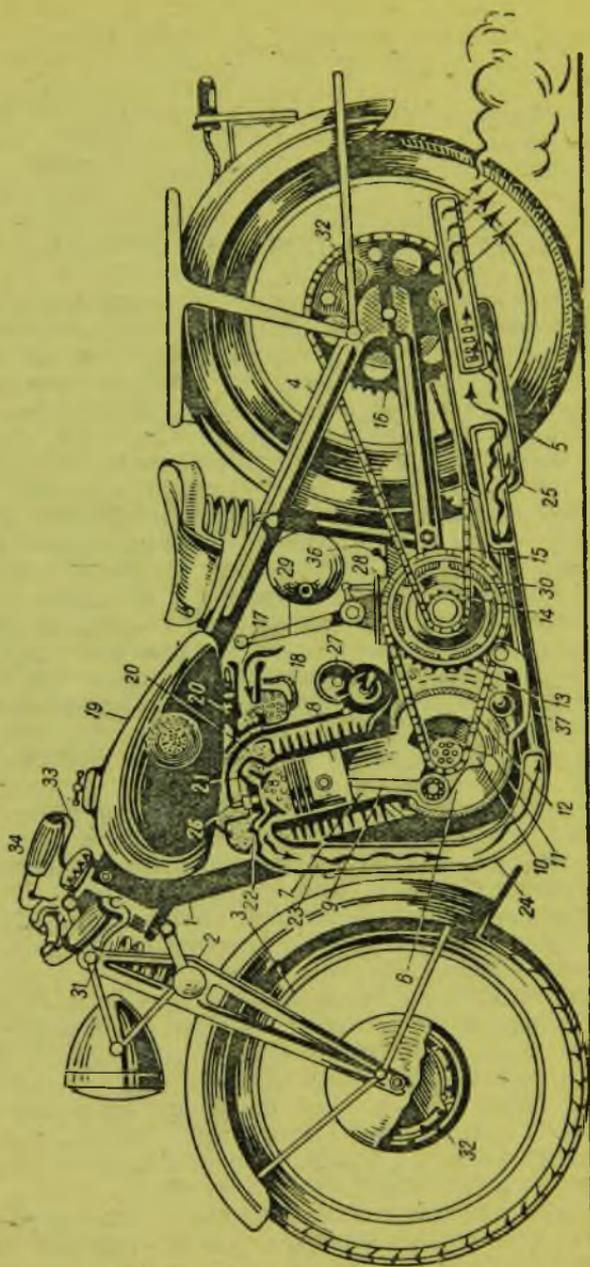

Рис. 1. Схема устройства мотоцикла
Рис. 1а. Мотоцикл тис-АМ-600
Рис. 1в. Мотоцикл Л-8
Рис. 1г. Мотоцикл ИЖ-9
Рис. 1д. Мотоцикл М-72
Из приводимой схемы (рис. 1) видно, что все механизмы мотоцикла расположены в раме (1), которая в передней своей части опирается через поддрессоренную вилку (2) на направляющее колесо (3). Поворотом этого колеса изменяется направление движения мотоцикла. Сзади, обычно в неподрессоренной вилке (4), выполненной за одно целое с рамой, устанавливается заднее ведущее колесо (5).